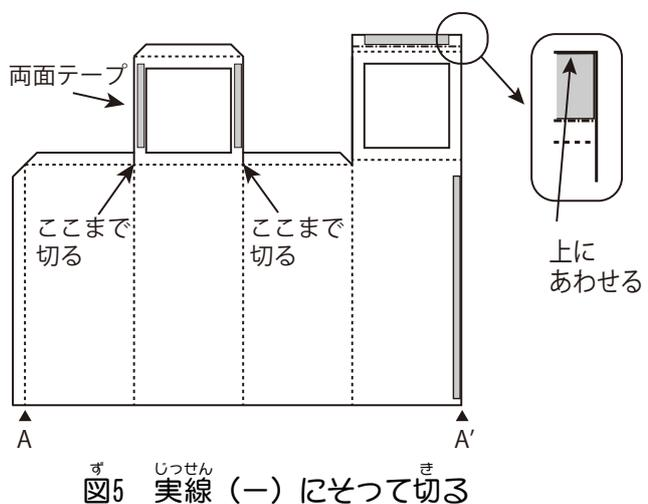

図5 実線(一)にそって切る
1) 図5の外周の実線にそって切り取ります。
2) 定規を使ってカッターの背(刃の付いていない部分)で図5の点線をなぞります。怪我しないように、紙を切
3) 図5の点線(---)の部分をも谷折りで折り曲げて折り目を付けます。この時、折り目に定規を当てて折ります。
8) 図5のように5mmの細い両面テープを貼ります。